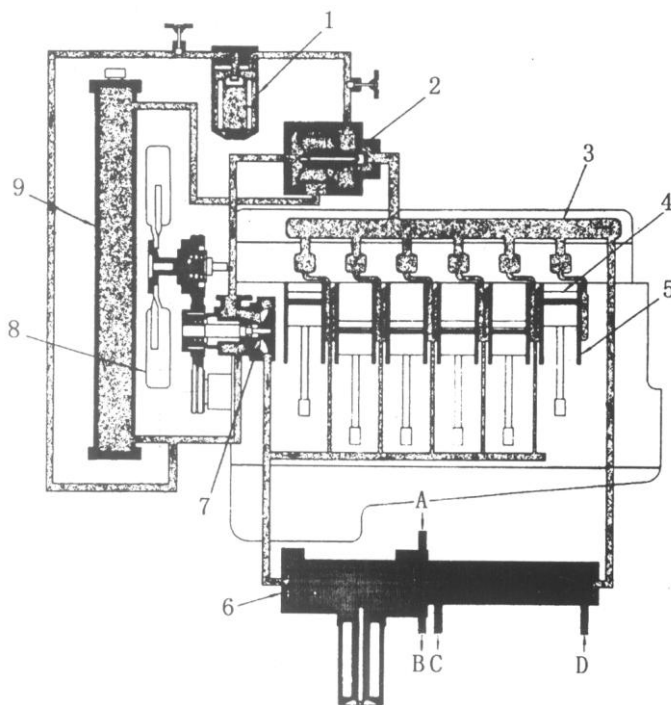

Рис. 5-11.
4. Система охлаждения (см. рис. 5-11).